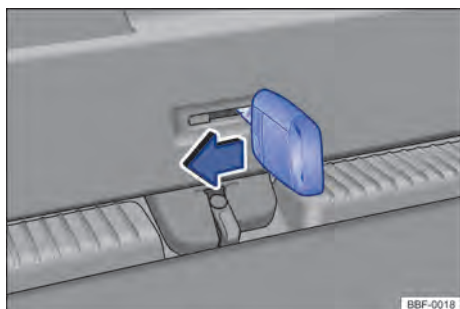

Fig. 59 En el maletero: desbloquear la tapa trasera.
- Introducir la paleta de la llave en la apertura del portón trasero → **fig. 59** y mover la palanca de desbloqueo en la dirección de la flecha. **<**